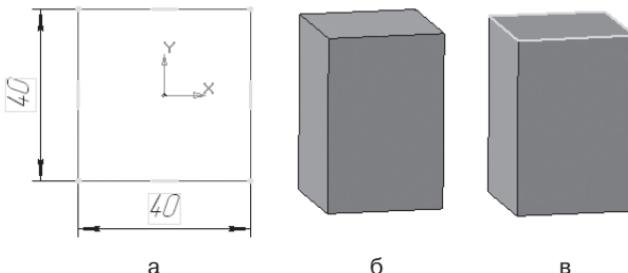

Рис. 150
- укажите начало координат и постройте квадрат со стороной 40 мм (рис. 150, а);
- На Инструментальной панели Вид выберите команду **Полутоновое, Полутоновое с каркасом** (рис. 150, б);
- щелчком ЛКМ выделите верхнюю грань параллелепипеда (вы укажите плоскость для дальнейшего построения – зеленая) (рис. 150, в). Только в этом случае кнопка – **Эскиз** на панели Инструментов **Текущее состояние** будет активна;